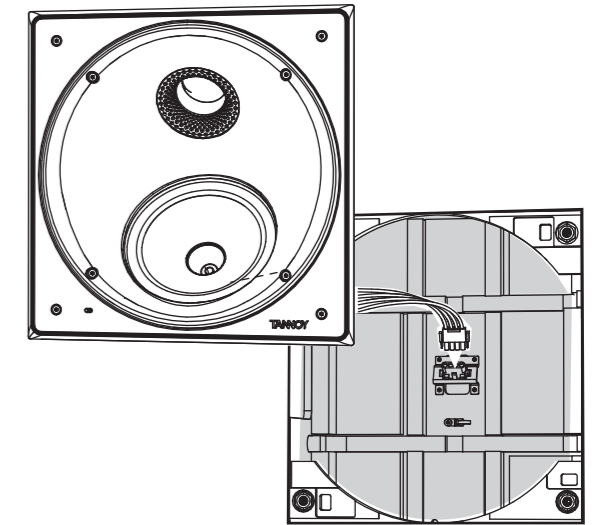

Fig. 6. Connecting the speaker wiring to the back can
4. Zespół głośnika można teraz podłączyć do tylnej puszki za pomocą czterech śrub, jak pokazano na rysunku. Uważaj, aby nie przyciąć ani nie zawiązać przewodów głośnikowych, palców ani nie zawiązać (rys. 6).